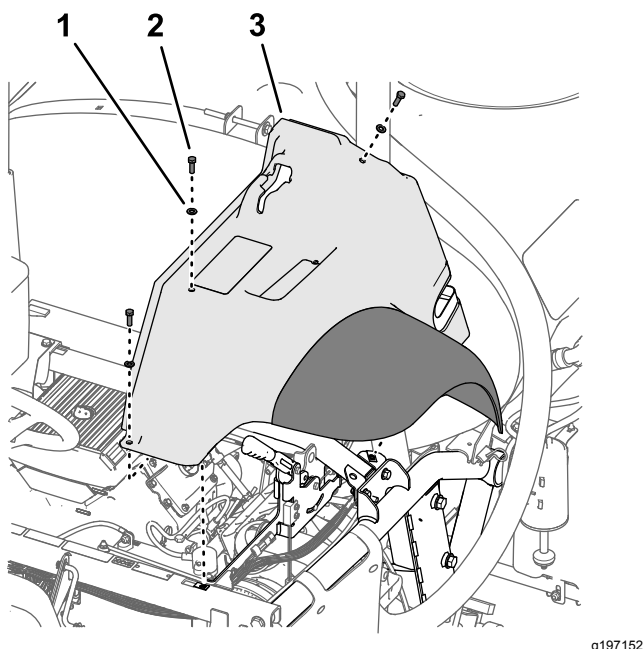

Figura 216
4. Monte provisionalmente el guardabarros en el bastidor (Figura 216) con los 3 pernos (5/16" x 1") y 3 arandelas (5/16") que retiró en el paso 2 de Retirada del guardabarros delanteros izquierdo y derecho (página 12).